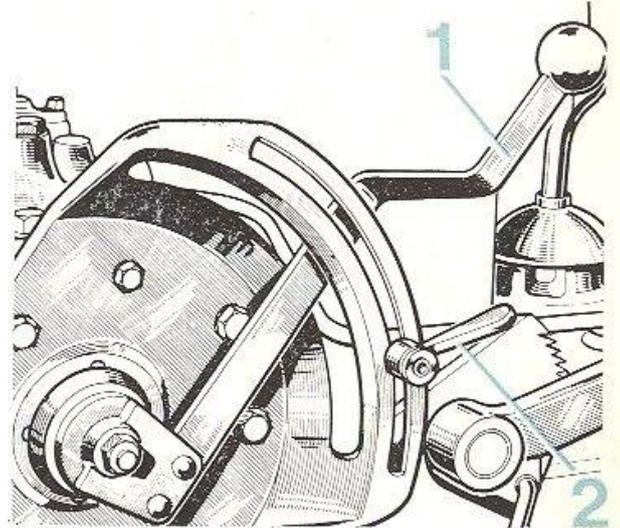

FIG. 46
— Fixation de la profondeur de travail par la butée (2) fig. 46. Ne pas oublier qu'il est toujours préférable pour, à l'attaque d'une nouvelle raie, retrouver rapidement la profondeur de travail que l'on s'est fixé, d'abaisser le levier de commande (1) fig. 46, jusqu'au bas du secteur, en le déplaçant latéralement au passage de la butée, pour le ramener ensuite sous cette dernière. On profite ainsi au maximum du poids de l'outil ce qui ne manquera pas de faciliter la pénétration.